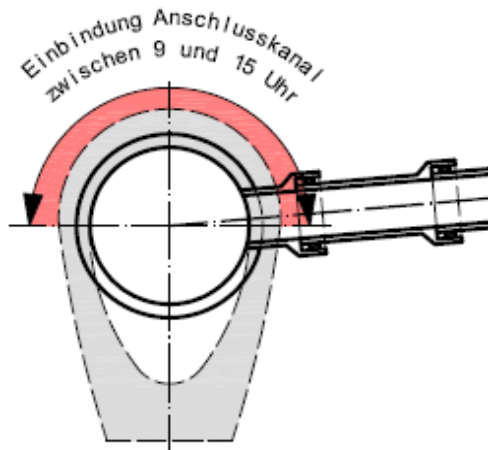

Abbildung 1: Prinzipdarstellung Einbindung in nicht begehbare Kanäle
- Einbindeposition der Anschlussleitungen in nicht begehbare Kanäle (lichte Höhe ≤ 1200 mm) zwischen 9 und 15 Uhr (siehe Abb. 1), außer bei gemauerten Kanälen (Einzelfallentscheidung der SEDD zu Einbindepositionen)
- Bei Einbindungen in Kanäle mit Kreisquerschnitt und Eiprofile muss sich die Achse des Zulaufes (Anschlussleitung) mit der des Kanals schneiden (siehe Abbildung 1).